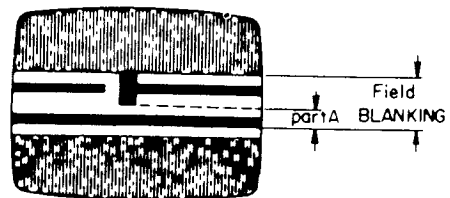

Fig. 13
8. SUB BRIGHTNESS ALIGNMENT.Fig. 13